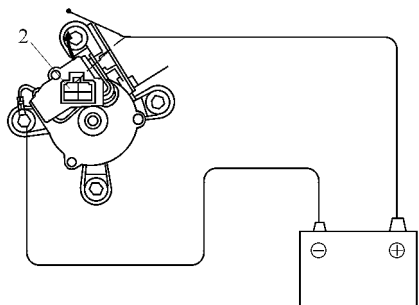

图 18-102 在低速下运转电动机采用从端子 2 脱开正极导线的方法
①在低速下运转电动机，采用从端子 2 脱开正极 (+) 导线的方法，如图 18-102 所示，使电动机停止在除停止位置以外的任何位置。